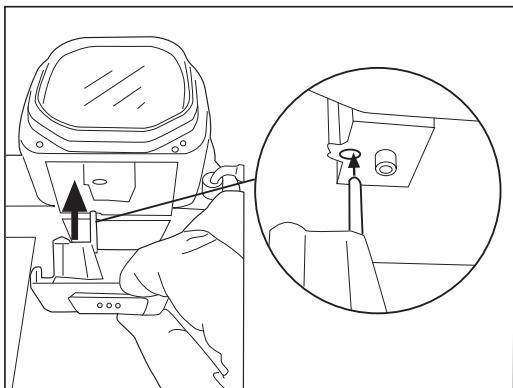

Fig. 19
- Rimontare la tramoggia sul corpo macchina premendo fino a quando le clip non entrano in sede (**Fig19**)
NOTA: il cilindro della tramoggia dev'essere inserito nell'apposito foro (**Fig.19**)